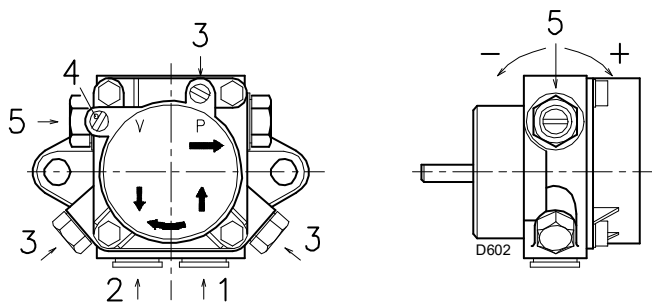

Рис. 18
Для самозаливного насоса отверните винт 3) (Рис. 18), чтобы выпустить воздух из всасывающей трубы, и дождитесь выхода топлива.
Обозначения (Рис. 18)
- Для автоматической заливки насоса необходимо отвернуть один из винтов 3)(Рис. 18) насоса, чтобы выпустить воздух, содержащийся во всасывающем трубопроводе.